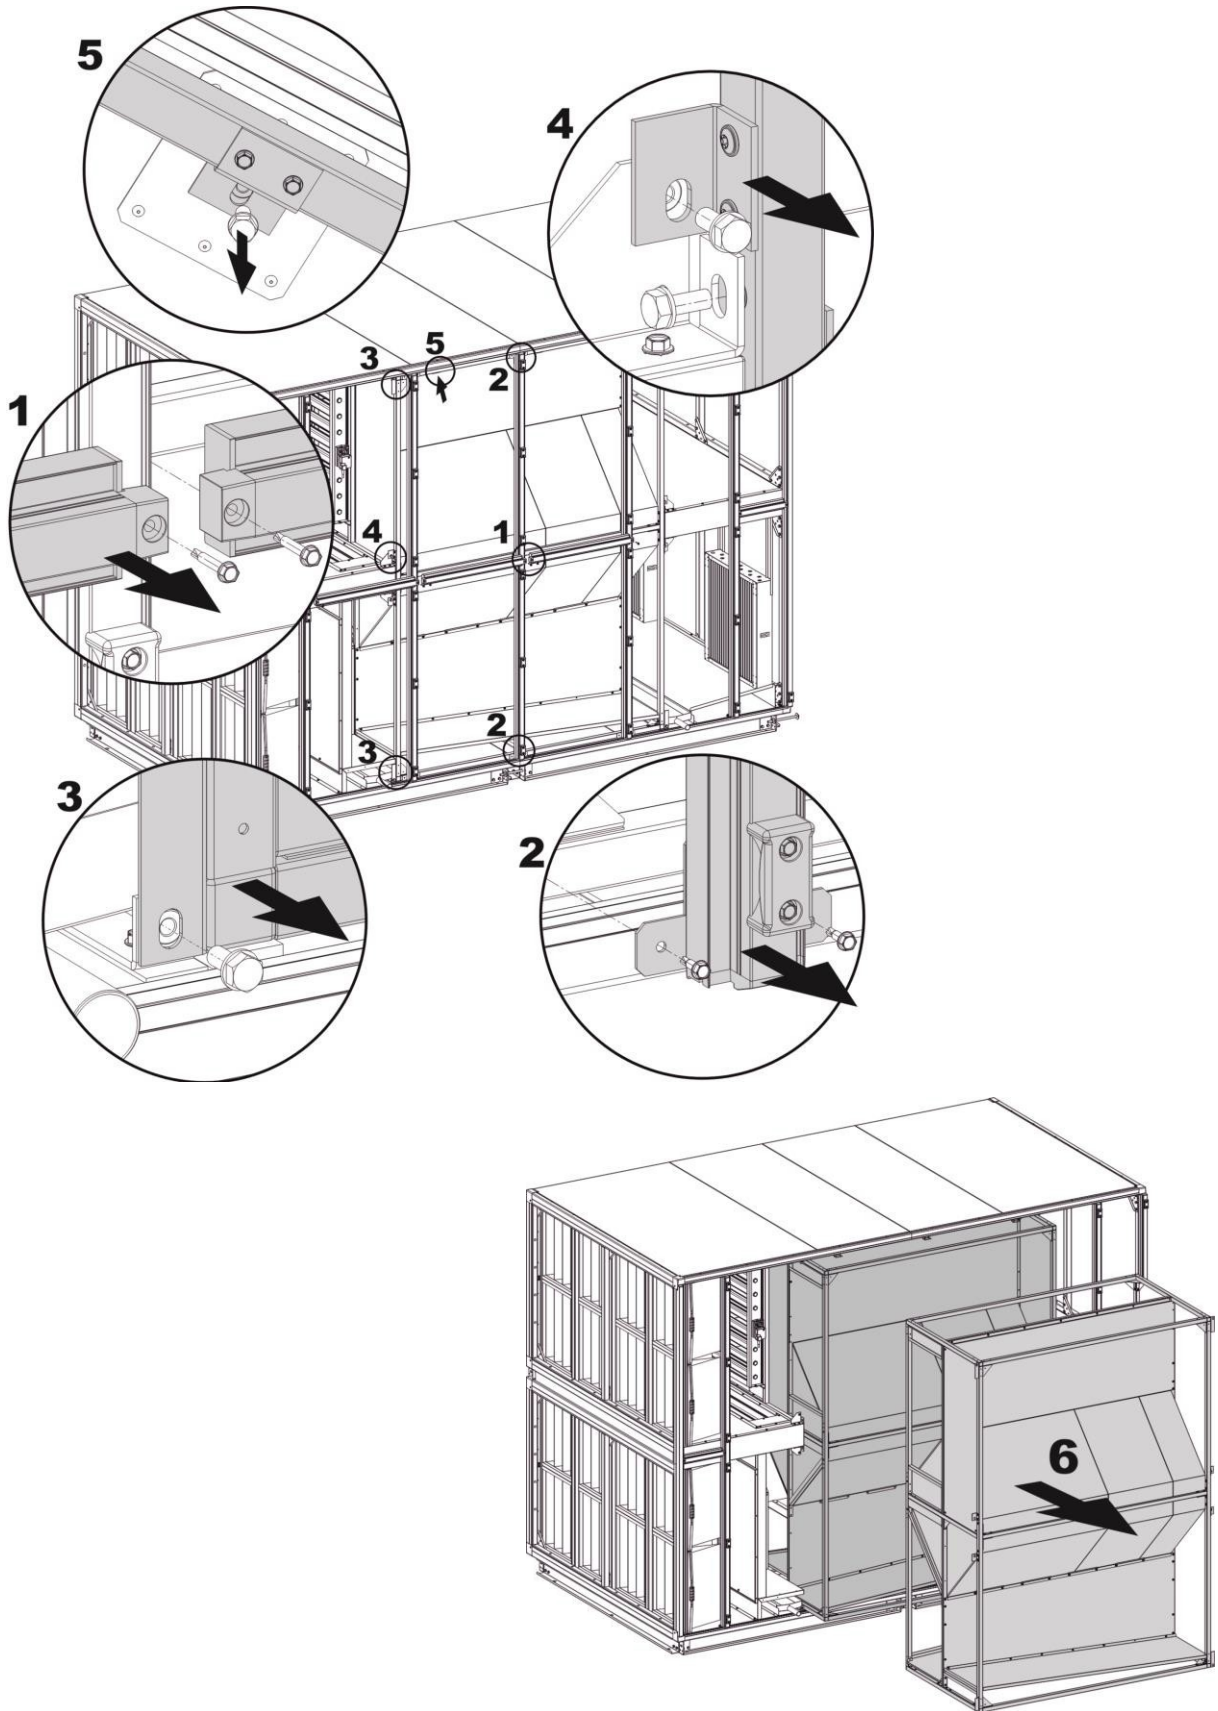

Fig. 23. Desmontaje de los intercambiadores de calor de contraflujo de la unidad LXVVS 75-650
- 1) Desenrosque los tornillos que fijan las columnas horizontales (pos. 1. fig. 23) y retírelos.
- 2) Desenrosque los tornillos que fijan las columnas verticales en la parte superior e inferior (pos. 2. fig. 23) y retírelos de la unidad.
- 3) Desenrosque los pernos que fijan la jaula del intercambiador. Los pernos se colocan en la parte superior e inferior (pos. 3. fig. 23) y en la parte central (pos. 4. fig. 23) de la unidad AHU. En las unidades LXVVS 75-230 hay una fijación adicional a la jaula (pos. 5. fig. 23).
- 4) Retire la jaula del intercambiador de la unidad AHU (pos. 6. fig. 23).